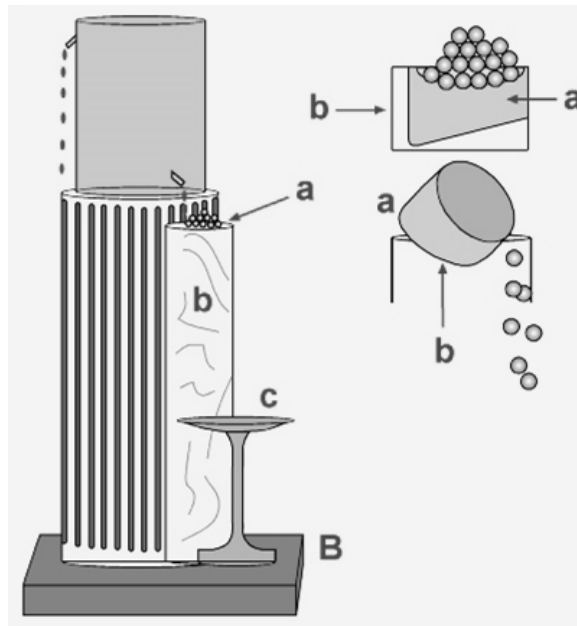

Figura 1.18 Sistema automático de alarma de platón.
2.- En el año 378 A.C. a Platón se le ocurre crear un sistema automático de alarma con base en una Clepsydra, como el mostrado en la figura 1.18; en el vaso de la Clepsydra se ubicó un flotador, sobre el cual se depositan unas esferas, durante un tiempo determinado el vaso es llenado a un caudal constante y al final, cuando se alcanza el nivel máximo, las esferas caen sobre un plato de cobre lo cual es indicativo que el tiempo ha transcurrido.